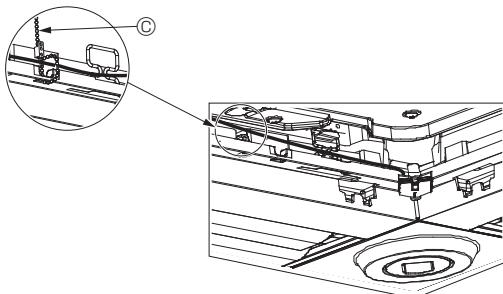

Fig. 5-13
- Sujete los cables del sensor i-See y del receptor de señales en el panel con el remache de la forma mostrada en el diagrama procurando que queden tensos, y luego corte el sobrante en el extremo del remache. (Fig. 5-13)
- Si la posición del sensor i-See ha cambiado de “○” (E) a “□” (F), cambie los ajustes de los interruptores. (Consulte la página 78).